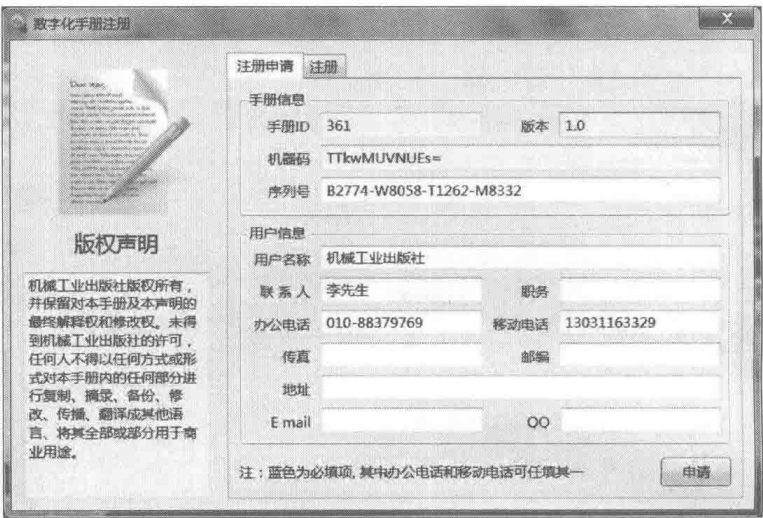

图 1-12 “数字化手册注册”对话框的“注册申请”选项卡
1) 在系统自动弹出的“数字化手册注册”对话框的“注册申请”选项卡（见图 1-12）中（如果该对话框被关闭，用户可单击工具栏上的“属性”按钮弹出“属性”对话框，单击“授权”选项卡，根据系统提示单击“立即注册”按钮重新打开“数字化手册注册”对话框），输入手册序列号、用户（单位）名称、联系人、联系电话、地址、E-mail 等信息。其中手册序列号、用户（单位）名称、联系人为必填项，办公电话和移动电话任填其一。信息应尽可能准确，以便接收客服人员提供的升级文件。